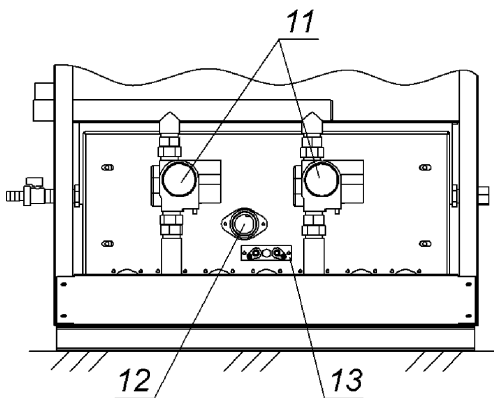

Рисунок 3. Внешний вид, двухступенчатого котла ALFA COMFORT E .
11. Газовый клапан с автоматикой. Для котлов ALFA COMFORT E 55; E 60; E 70 см. рисунок 3, расположен под лицевой панелью